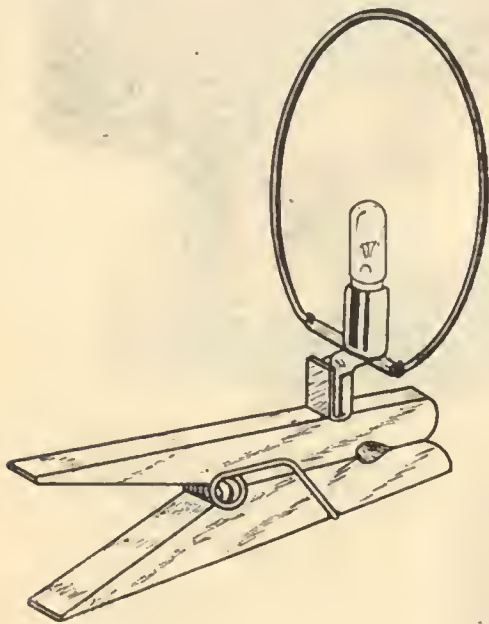

Fig. 1.
**spira sonda** risulterà pronta all'uso (fig. 1).